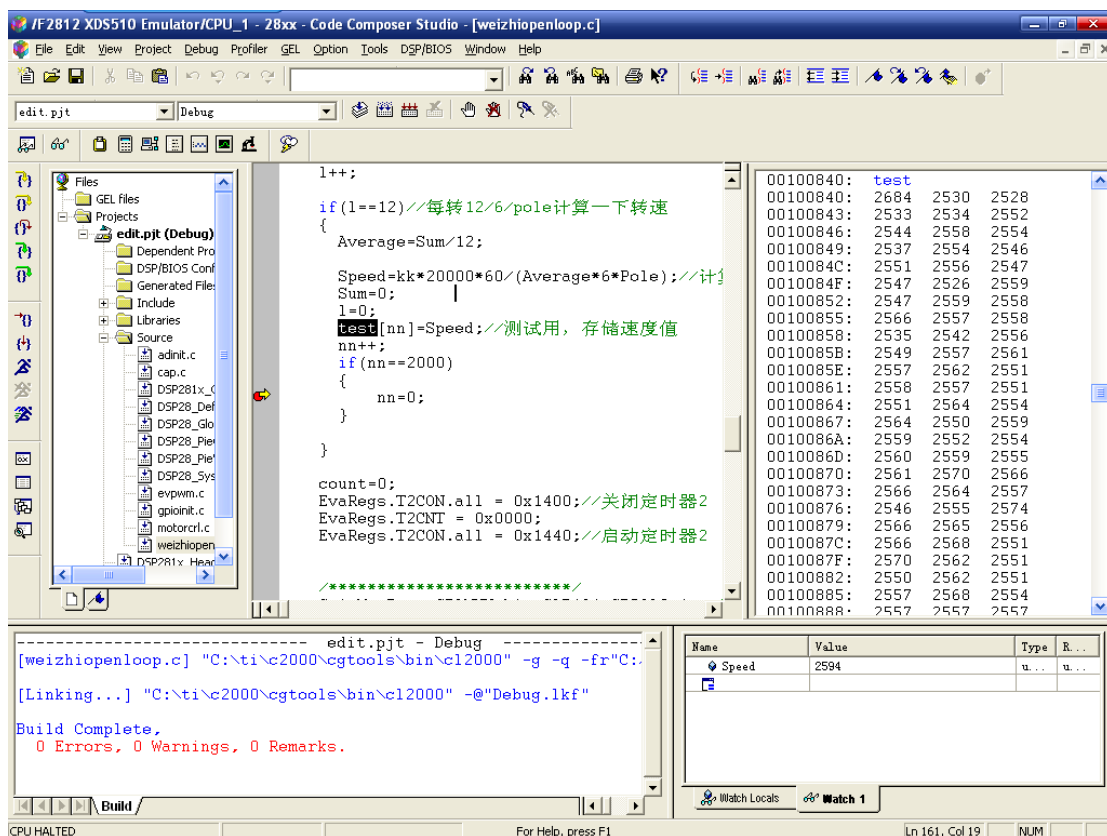

图 6-2
- 按 F5 运行，电机变以一定的速度旋转起来，通过观察变量 **Speed** 的值，可以知道此时速度的值；通过观察数组 **test[]** 的值，可以知道过去一段时间内速度的值，如图 6-2；